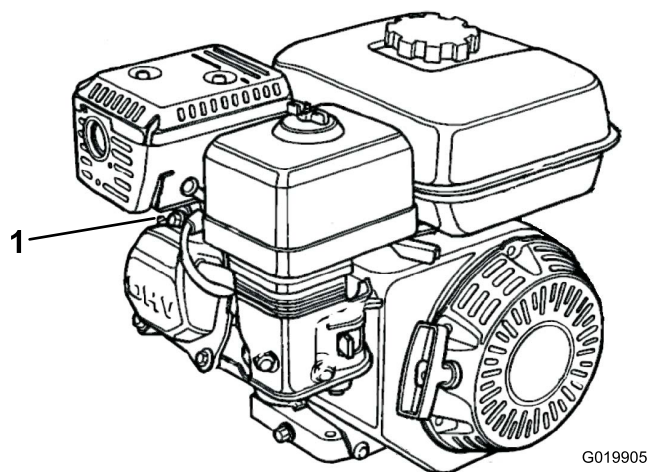

Figura 28
1. Desligue o fio da vela da ignição da vela da ignição (Figura 28).